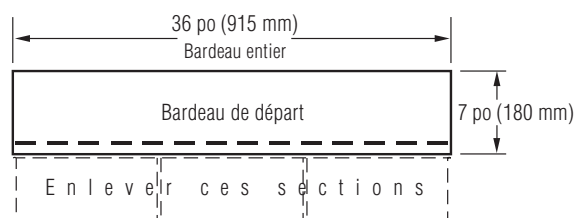

Figure 10-6 : Fabriquer les bardeaux de départ en enlevant 5 po (127 mm) au bas des jupes.
1. Utiliser des bardeaux de départ SwiftStart® de CertainTeed, ou un rang de départ composé de bardeaux dont une bande de 5 po (127 mm) a été enlevée dans le bas des jupes (figure 10-6). Ne pas oublier que sur le rang de départ, l'adhésif doit être aussi près que possible du bord de l'avant-toit.
1. Utiliser des bardeaux de départ SwiftStart® de CertainTeed, ou un rang de départ composé de bardeaux dont une bande de 5 po (127 mm) a été enlevée dans le bas des jupes (*figure 10-6*). Ne pas oublier que sur le rang de départ, l'adhésif doit être aussi près que possible du bord de l'avant-toit.